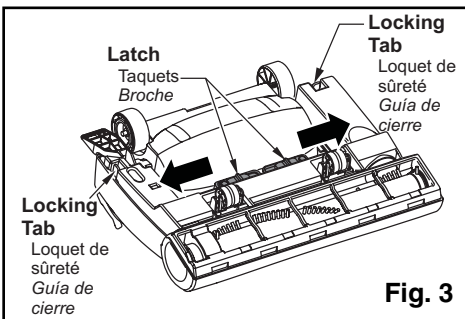

Fig. 3
- Tourner la plaque inférieure jusqu'à ce que les loquets s'enclenchent, puis pousser les deux (2) taquets vers l'extérieur (Fig 3).
- *Apriete la placa inferior hasta que las lengüetas de cierre estén bien instaladas y luego empuje hacia afuera los dos (2) pestillos (Fig 3).*
- **Rotate lower plate until locking tabs snap into place then push the two (2) latches outward. (Fig. 3)**